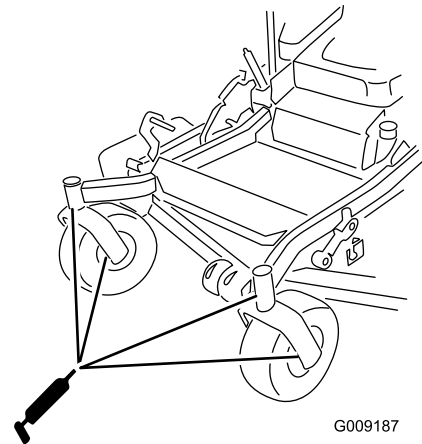

Figure 40
10. Remettez le bouchon hexagonal et le capuchon protecteur en place (Figure 40).
11. Graissez les roulements des roues pivotantes (Figure 40).